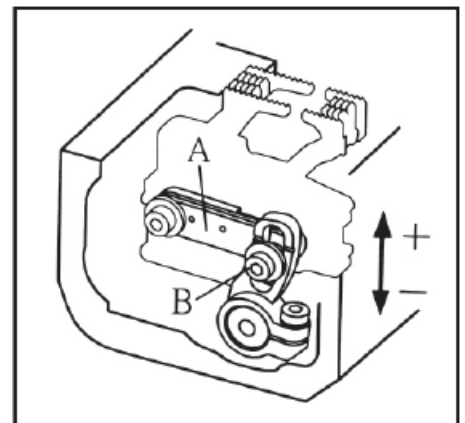

Рис. 15 (2600)
2. Ослабьте ручку В, затем поверните рычаг А по часовой стрелке, чтобы уменьшить соотношение дифференциальной подачи для растягивания ткани (дифференциальный транспортер движется медленнее, чем собачка главного транспортера). Поверните рычаг А против часовой стрелки, чтобы увеличить соотношение дифференциальной подачи для сбора ткани. (дифференциальный транспортер движется медленнее, чем собачка главного транспортера) (Рис. 15).